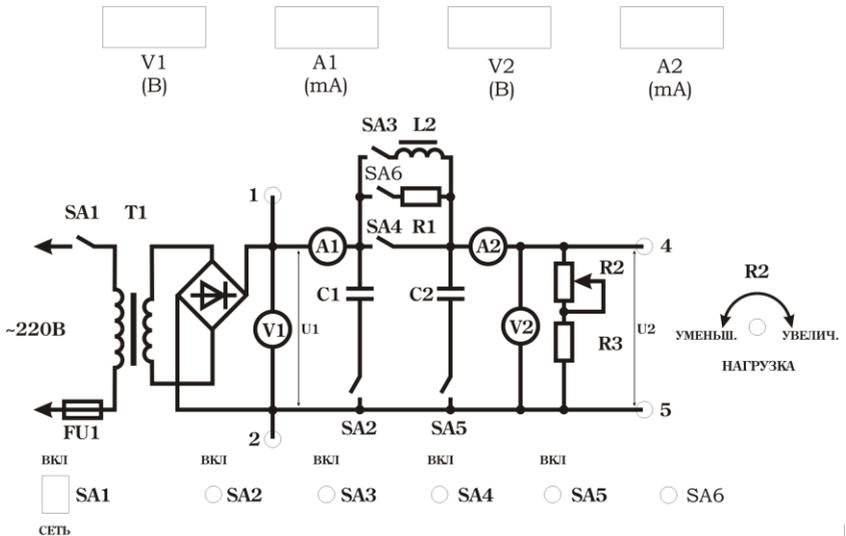

Рис.2.1. Внешний вид лицевой панели лабораторного стенда «Сглаживающие фильтры»
2. Описание лабораторного стенда Конструктивно лабораторный стенд выполнен в виде настольного переносного прибора на лицевой панели которого изображена исследуемая электрическая принципиальная схема (рис.2.1).